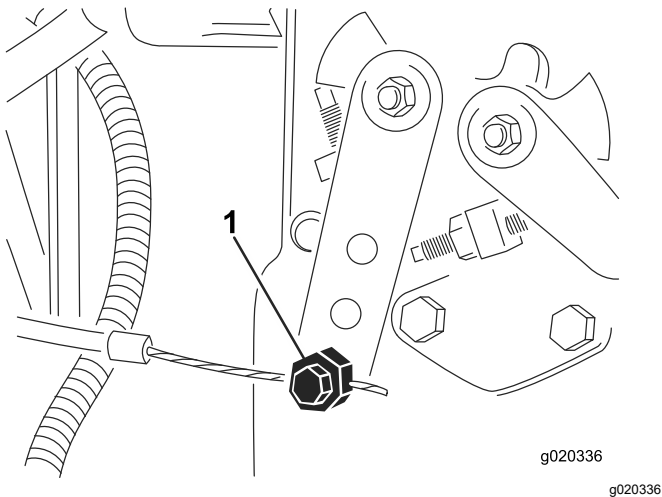

Рисунок 75
3. Ослабьте соединитель тросика дроссельной заслонки на плече рычага инжекторного насоса (**Рисунок 75**).